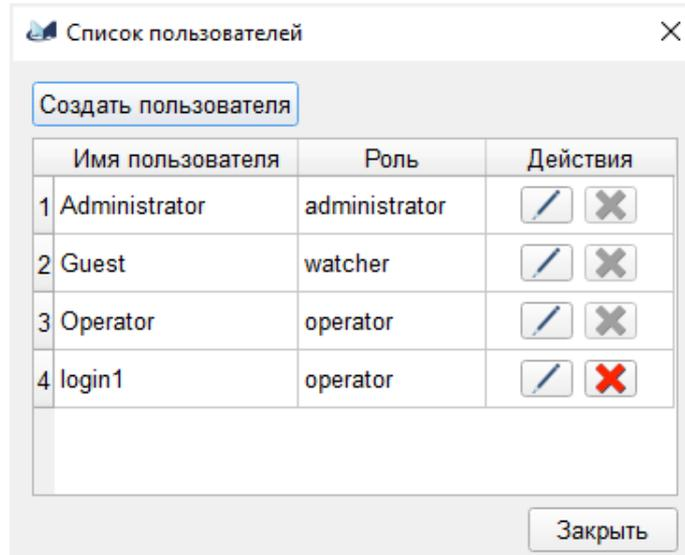

Рис. 6
При выборе пункта *"Управление пользователями"-"Список пользователей"* откроется диалоговое окно управления пользователями и ролями (рис. 6).
3.4.3.1. Настройка прав и ролей пользователей предусматривает несколько сценариев работы с пользователями, их правами и ролями. В основном диалоговом окне (см. рис. 6) расположены следующие элементы управления: